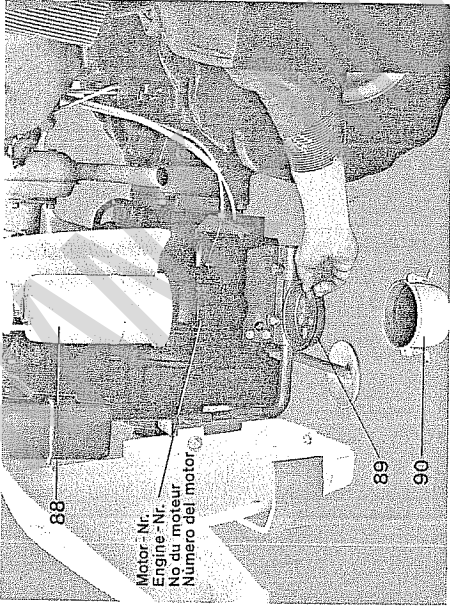

Abb. 56
a) Ölbadluftfilter (88 Abb. 56)
Dazu Öltopf (90 Abb. 56) in regelmäßigen Abständen abnehmen und prüfen ob das Öl verschlammmt ist.
Altes Öl entfernen, Topf (90 Abb. 56) und Einsatz (89 Abb. 56) reinigen. Öltopf so weit wie die rote Farbmarkierung anzeigt mit Motorenöl auffüllen (nicht mehr). Auf dichten Filteranschluß achten und Luftsaugöffnung frei von Schmutz und Fremdkörpern halten.